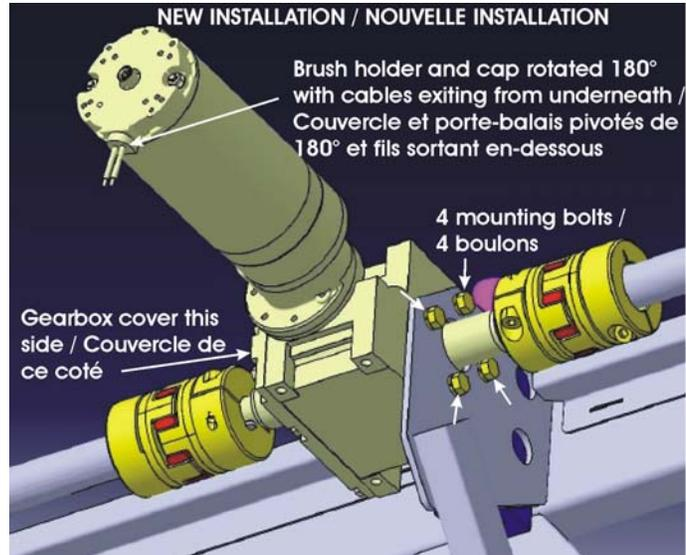

FIGURE 9
13. Rebrancher le connecteur électrique du moteur. Voir la nouvelle installation à la figure 9.